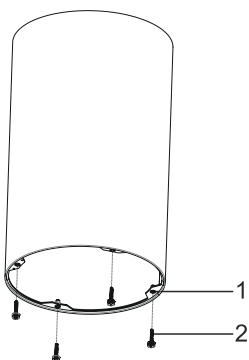

Fig. 12
- 6.** Skru de 4 stk. 10x35 medfølgende skruer på de 4 gevind så de sidder fast. (Fig. 12)